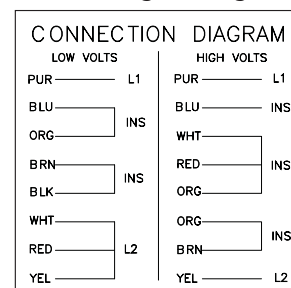

Figure 2 — Schéma de câblage typique
- Raccorder l'alimentation conformément au NEC et tous les codes locaux. Voir les schémas de câblage à la Figure 2.